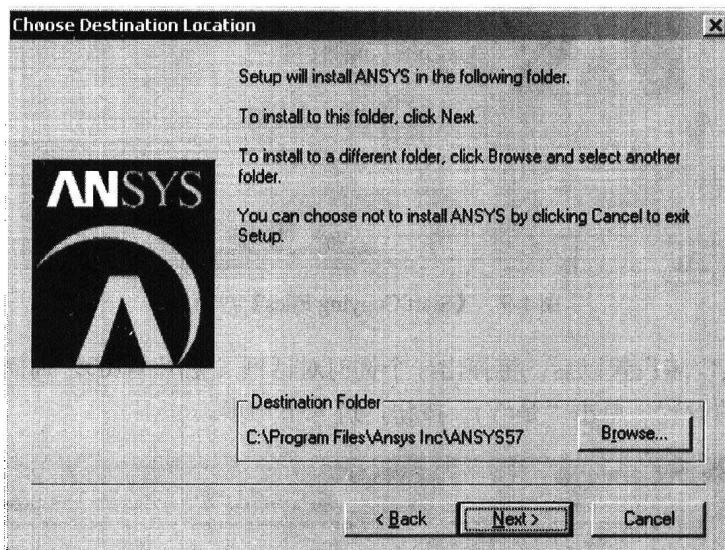

图 1-7 【Choose Destination Location】对话框
(8) 在【Choose Destination Location】对话框中(见图 1-7), 可以选择 ANSYS 5.7 的安装目录, 一般采用默认的安装目录, 单击“Next>”按钮, 进入下一步。